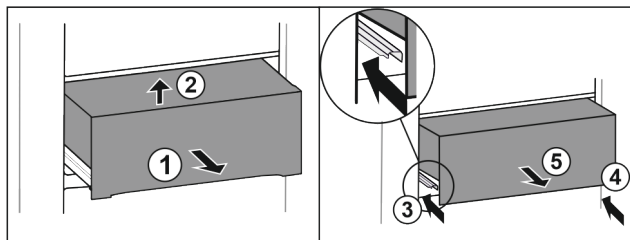

Fig. 32
- Trekk skuffen ut halvveis. Fig. 32 (1)
- Løft skuffen foran. Fig. 32 (2)
- Skyv inn venstre skinne. Fig. 32 (3)
- Skyv inn høyre skinne. Fig. 32 (4)
- Ta ut skuffen framover. Fig. 32 (5)